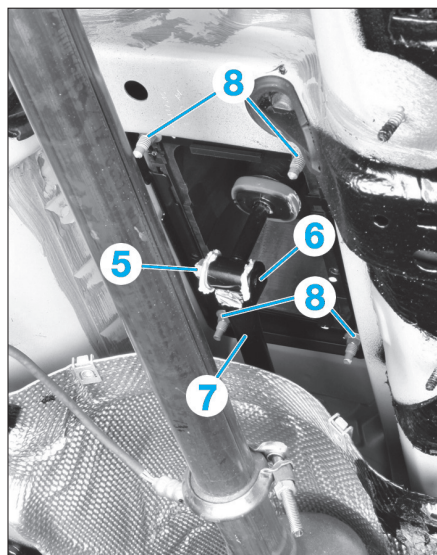

Fig. 6
- Déposer l'écrou (5) puis la vis (6) (Fig.6).
- Ecarter la tringle (7).
- Déposer les écrous (8).